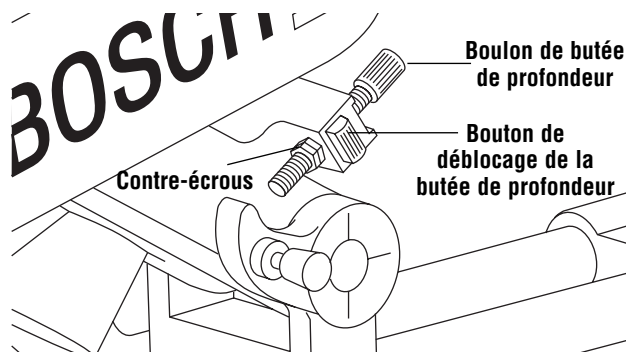

Figure 33. Coupe de rainures
1. Pour faire des réglages importants, enfoncez le bouton de déblocage de la butée de profondeur et faites coulisser le boulon de butée de profondeur pour le mettre à la position désirée (Figure 33).